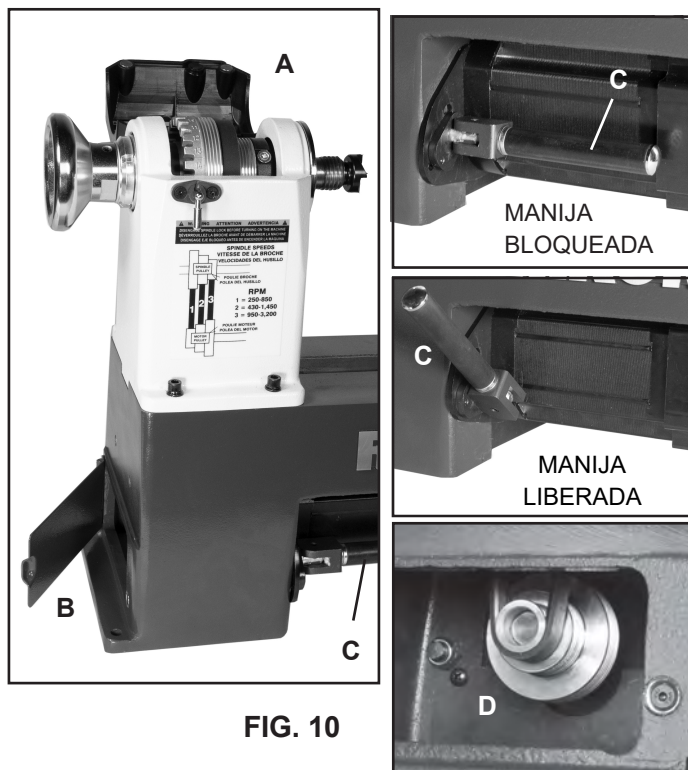
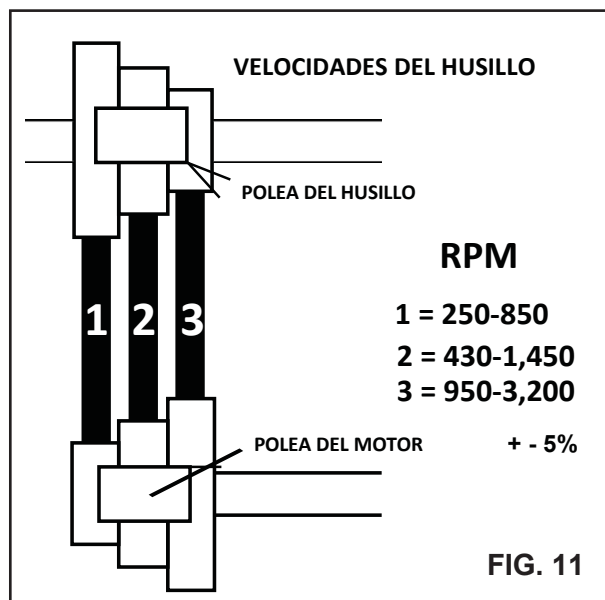

FIG. 10
FIG. 11
- Abra el Cobertor del cabezal fijo (#14BA, FIG. 10, A) y el lado izquierdo, Puerta cobertora de la bancada (#4A, B) para acceder a la correa y las poleas que están dentro de cabezal fijo.
- Jale la manija hacia adelante para desbloquearla. FIG. 10, C.
- Cambie la posición de la correa en las dos poleas. La Correa Poly V (#38B) ahora puede reubicarse en la Polea superior del husillo (#7B) y la Polea inferior del motor (#24A, FIG. 10, D) para obtener la configuración deseada para el rango de velocidades. FIG. 11 muestra las posiciones para las tres velocidades.